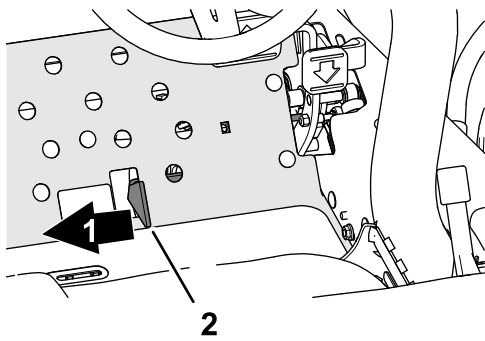

図 39
4. 刈り込み/移動走行切り替えスライドを刈り込み位置にする図 39。
2. 刈り込み/移動走行切り替えスライドを右側、刈り込み位置にする図 39。